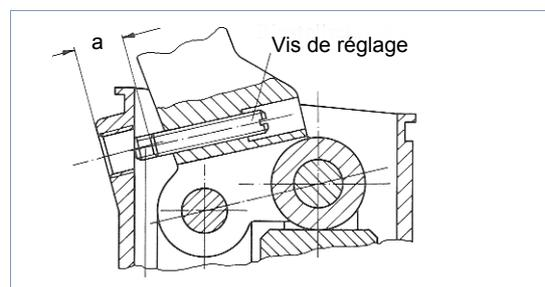

Fig. 7 Dimension a pour la vis de réglage
- Avec un contacteur réglez la vis de réglage en respectant la dimension 'a' de $12 + 0,5$ mm (voir fig. 7).